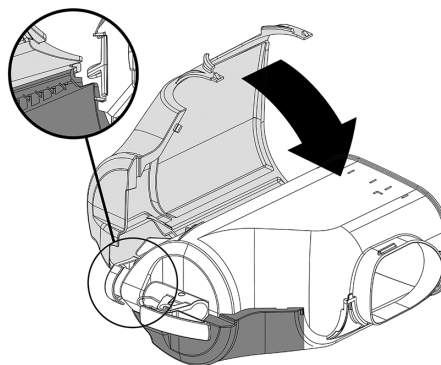
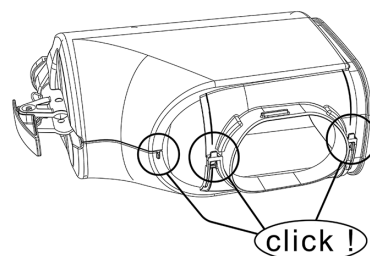

figure 4
figure 5
**2** Placer la partie gauche du couvercle enveloppant en veillant à bien faire correspondre l'emboîtement indiqué. Fermer maintenant en faisant cliquer les deux parties. (voir figure 4)(voir figure 5).